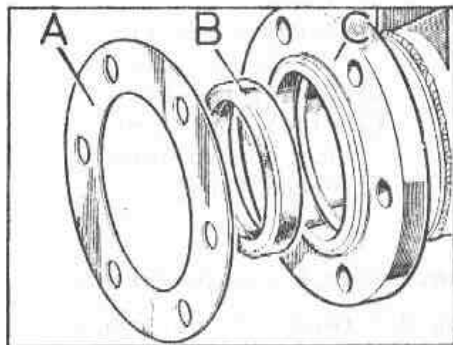

Fig. F-32 Retén de aceite y junta del cárter del eje
- 1.7. De la misma forma se desmontará el retén, B (Fig. F-32) del cárter del eje.
- 2.3. Extender una capa de compuesto sellador sobre todo el borde exterior del retén, B (Fig. F-32), para el cárter del eje e instalar dicho retén con el borde que lleva pestaña hacia el interior, en el cárter del eje, debiendo quedar enrasado con el borde del alojamiento.